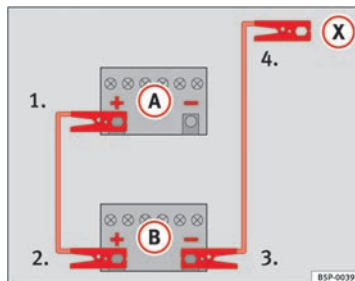

Abb. 143 Starthilfe mit der Batterie eines anderen Fahrzeugs: A - entladene Fahrzeugbatterie, B - stromgebende Batterie
- Befestigen Sie ein Ende am Pluspol **①** ⇒ Abb. 143 der entladenen Batterie **A**.
- Befestigen Sie das andere Ende am Pluspol **②** der stromgebenden Batterie **B**.
- Befestigen Sie ein Ende am Minuspol **③** ⇒ Abb. 143 der stromgebenden Batterie **B**.
- Befestigen Sie das andere Ende **④** an einem massiven, fest mit dem Motorblock verbundenen Metallteil bzw. am Motorblock selbst.